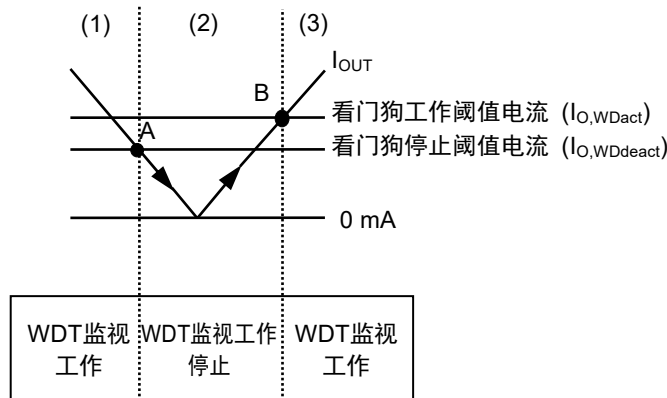

图26 自律看门狗工作功能
- (1) 稳压器的 I_{OUT} 大于或等于看门狗工作阈值电流 ($I_{O,WDact}$)，并且比较器 (C1) 的输入电压 (V_{WDact}) 高于基准电压 (V_{ref}) 时，C1的输出变为 "H"。此时，看门狗定时器开始进行工作。
- (2) 当 I_{OUT} 降低到小于或等于看门狗停止阈值电流 ($I_{O,WDdeact}$) (图26的A点) 时， V_{WDact} 也降低到小于或等于 V_{ref} ，C1的输出变为 "L"。此时，看门狗定时器停止监视工作。即使 I_{OUT} 上升，在未达到 $I_{O,WDact}$ 时，看门狗定时器保持停止监视工作的状态。
- (3) I_{OUT} 再继续上升，达到大于或等于 $I_{O,WDact}$ (图26的B点) 时， V_{WDact} 也上升到大于或等于 V_{ref} ，C1的输出变为 "H"，看门狗定时器开始监视工作。